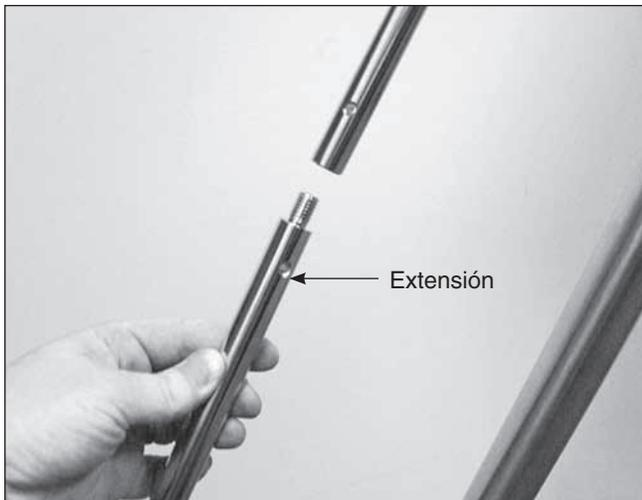

Figura 5. La extensión del eje de contrapeso se enrosca en el extremo del eje de contrapeso.
4. La montura Atlas viene con una extensión del eje de contrapeso de 184 mm, que se puede instalar en este momento si es necesario para equilibrar cargas más pesadas (**figura 5**). Asegúrese de que la extensión esté firmemente sujeta antes de colocar los contrapesos.